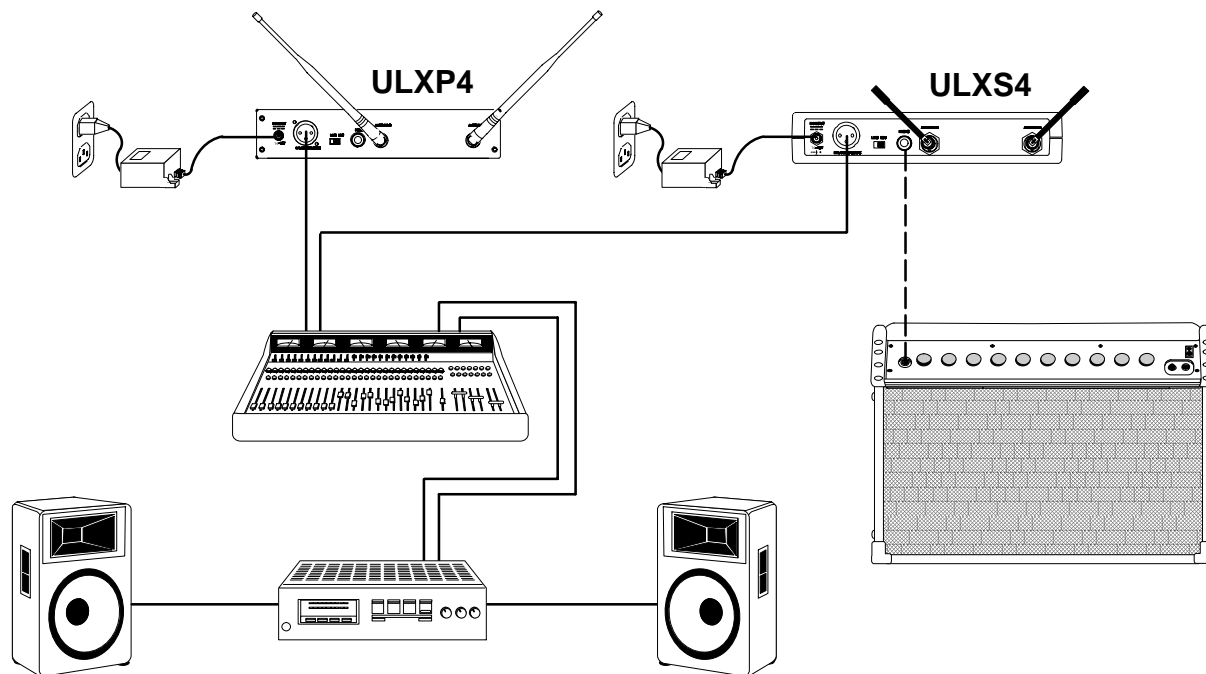

FIGURE 6
3. Relier le(s) câble(s) audio (non fourni[s]) de la (des) sortie(s) audio à l'entrée (aux entrées) audio du système audio, du mélangeur et/ou de l'amplificateur, comme illustré à la figure 6.